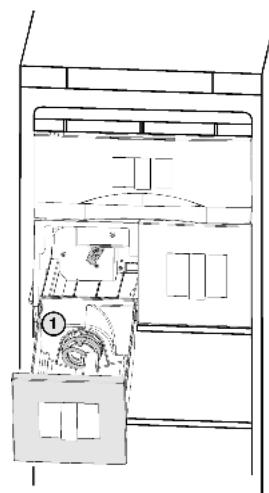

Fig. 9
- После очистки снова вдвиньте емкость до упора. Если емкость не удастся вдвинуть до конца, вращайте шнек Fig. 9 (1).